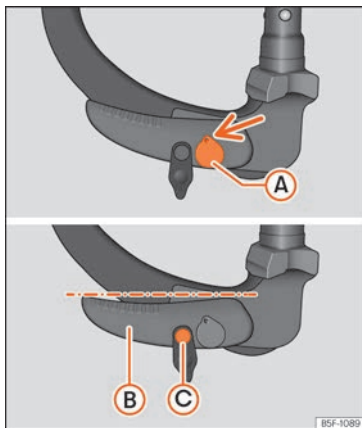

Fig. 254 Position de réserve : position du levier et de la broche de déverrouillage
- La clé (A) » fig. 254 se trouve en position de déverrouillage (la partie trouée de la clé est visible vers le haut).
- Le levier (B) » fig. 254 se trouve en position inférieure.
- Il est possible de déplacer la broche de déverrouillage (C) » fig. 254.